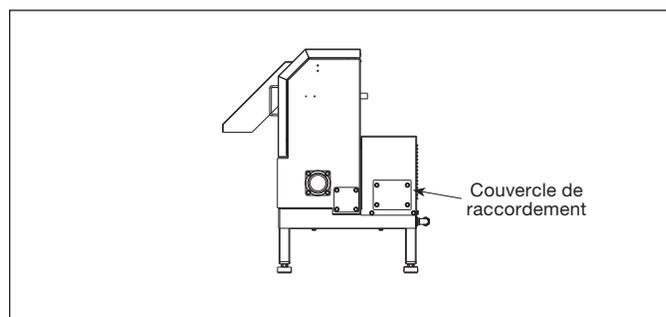

Figure 13.
3. Retirez le couvercle de raccordement du Waste Xpress (voir la figure 13).
- A. En tenant les deux poignées, retirez la chute de déchargement du Waste Xpress en l'inclinant vers le haut (voir la figure 13).